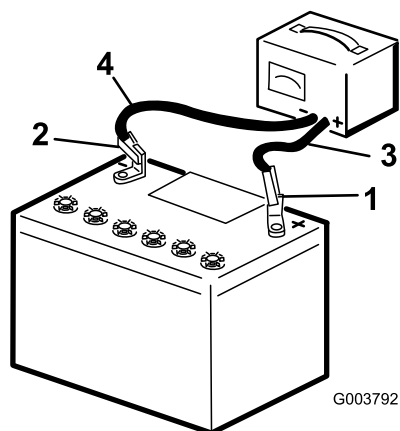

Рисунок 46
3. Подсоедините положительный провод зарядного устройства к положительному штырю аккумуляторной батареи (Рисунок 46).
4. Подсоедините отрицательный провод зарядного устройства к отрицательному штырю аккумуляторной батареи (Рисунок 46).
6. После полной зарядки аккумуляторной батареи отсоедините зарядное устройство от источника электропитания, затем отсоедините провода зарядного устройства от штырей батареи (Рисунок 46).